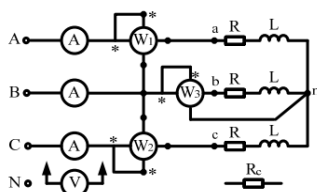
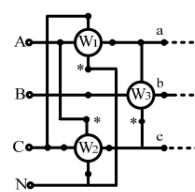

Рис.1
Рис.2
1. Собрать схему, показанную на рис. 1. При этом симметричную нагрузку составить из трёх имеющихся на стенде одинаковых катушек.
5.1. Для измерения реактивной мощности перейти к схеме включения ваттметров, показанной на рис. 2. Для этого цепи напряжения ваттметров (при отключенном электропитании) присоединить в соответствии со схемой.
Для симметричной цепи проверить выполнение соотношений: в схемах рис. 1 и рис. 2 соответственно: $P = P_1 + P_2 = 3P_3$ [Вт]; $Q = 3 (P_1 + P_2) = 3 P_3$ [ВАр].